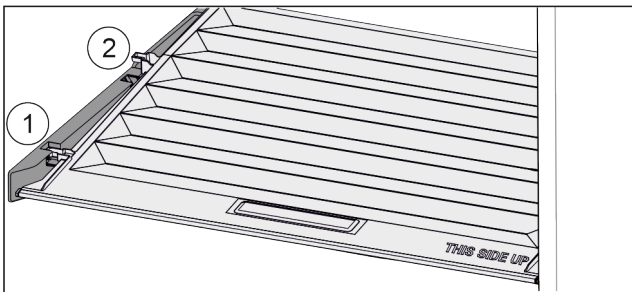

Fig. 114
- ▶ Кришку до отвору в деталях для підтримки потягнути вперед Fig. 114 (1).
- ▶ Підняти ззаду знизу та вийняти Fig. 114 (2) вгору.